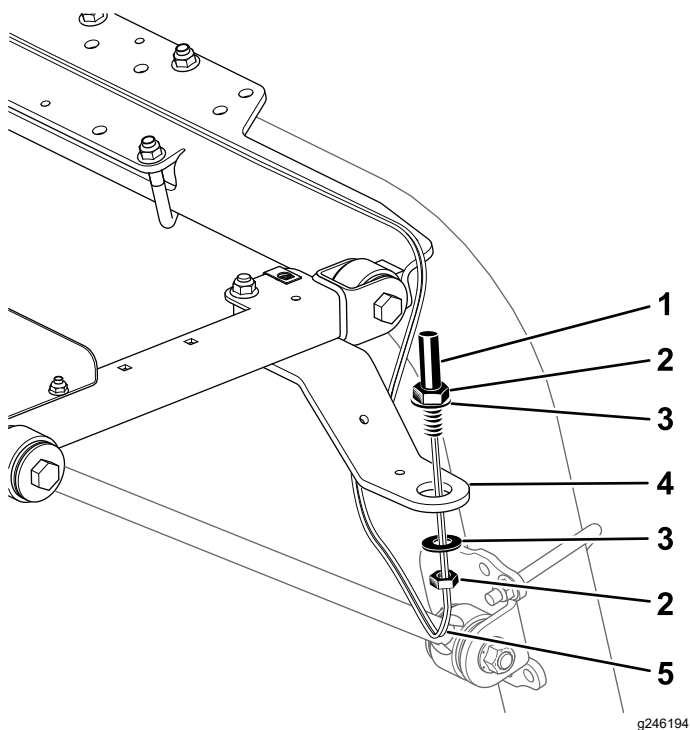

Рисунок 8
5. Установите гнездо маячка на кронштейн, как показано на Рисунок 8.